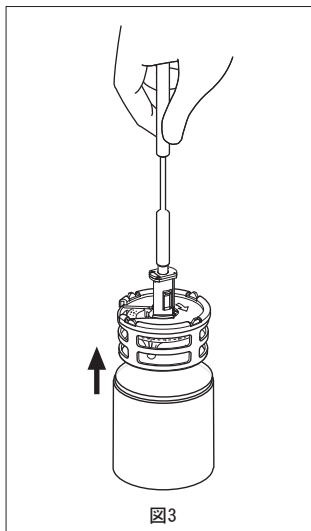

図3
3. 弁のホルダにハンドルを差し込み、抵抗を感じるまで時計回りに回転させ、容器からアセンブリ全体（プラスチック製のスリーブ、クリップ、トライセントリックスホルダおよび生体弁）を取り出します（図3）。プラスチック製のスリーブはクリップに緩くセットされているため、容器内にプラスチック製のスリーブが残る場合もありますが、トライセントリックスホルダの使用に影響はありません。